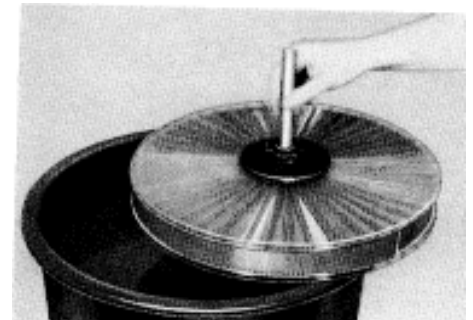

Abb. 5
10. Schieben Sie das Kunststoffrohr von unten her durch die Achse des Spiraleinsatzes und klemmen es mit leichtem Druck fest. Das Kunststoffrohr dient während des Verarbeitungsprozesses als Handhabe zum Bewegen und Weitertransportieren des Einsatzes (Abb. 5).